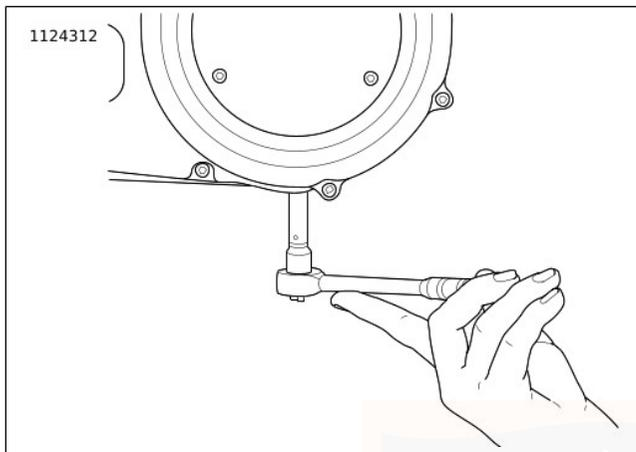

Figura 65. Rimozione/installazione del tappo di scarico del carter della catena
3. Vedere Figura 65. Scaricare l'olio del carter della catena della trasmissione primaria.